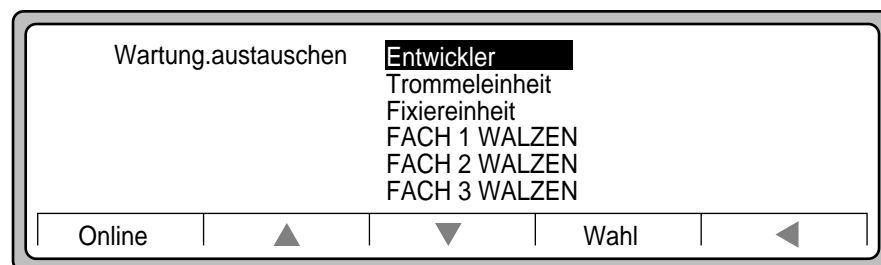

Abbildung 4-11 Austauschoptionen
4. Verwenden Sie die Taste ►, um die Optionen zum Austauschen anzuzeigen (siehe Abbildung 4-11). Die Option Entwickler wurde ausgewählt.